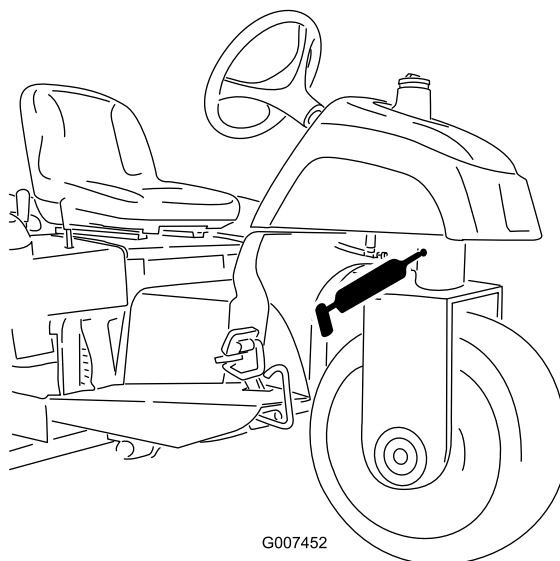

Рисунок 23
- Шарнир поворотного кулака (Рисунок 23)
Примечание: Для утопленной пресс-масленки на шарнире поворотного кулака (Рисунок 23) требуется переходник к смазочному пистолету. № по каталогу 107-1998 для заказа у местного официального дистрибьютора компании Того.